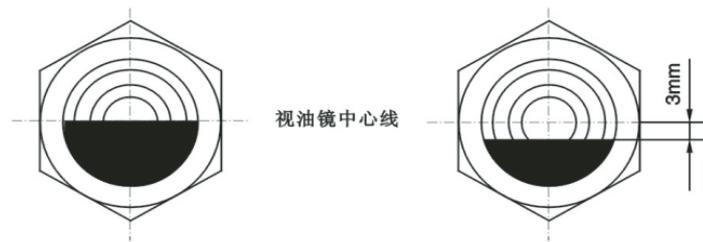

图 13：油面视窗
- 在使用中若发现润滑油发黑或高于油位视镜中心 2mm，则说明油已变质或有杂质，需换新的润滑油，若油位低于视镜中心 2mm，则需将油补充道视镜中心位置，见图 13。